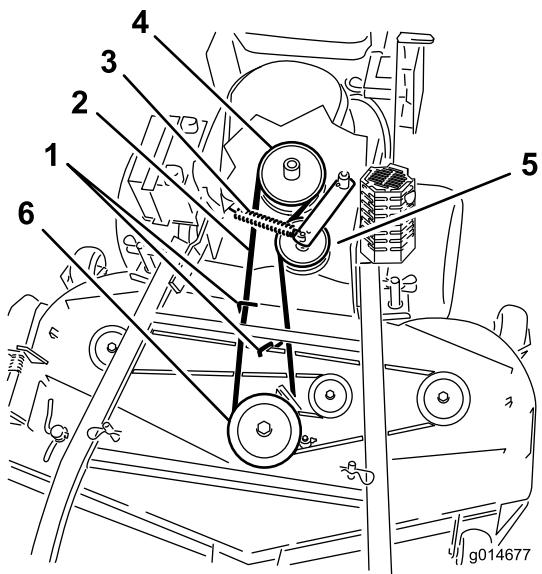
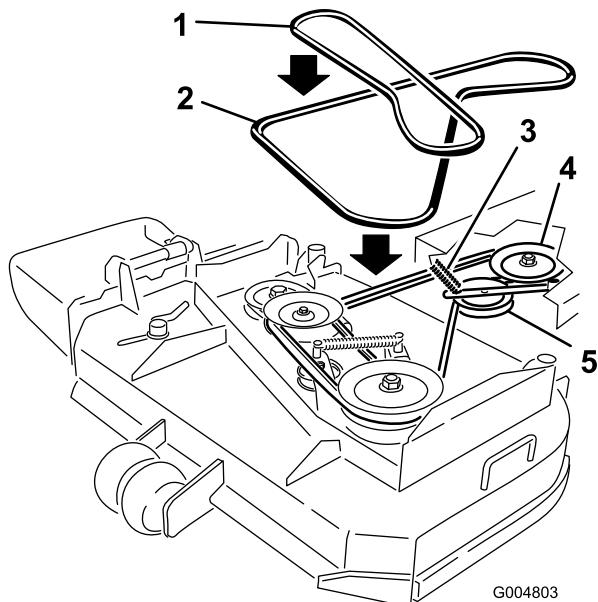

Figure 52
Figure 53
6. Retirez la courroie de la poulie centrale sur le tablier de coupe (Figure 52). Reportez-vous à la Figure 53 pour enlever la courroie de la poulie gauche sur un tablier de coupe de 36 pouces. Procédez avec précaution lors du retrait de la courroie, car la tension est augmentée par la poulie de tension rappelée par ressort.
7. Retirez la courroie de la poulie de moteur et la poulie de tension rappelée par ressort (Figure 52). Reportez-vous à la Figure 53 pour déposer la courroie des poulies sur le tablier de coupe de 36 pouces.
8. Placez une courroie neuve sur la poulie de moteur et la poulie de tension rappelée par ressort (Figure 52).
9. Installez la courroie sur la poulie centrale du tablier de coupe (Figure 52). Procédez avec précaution lors de la repose de la courroie, car la tension est augmentée par la poulie de tension rappelée par ressort. Reportez-vous à la Figure 53 pour installer la courroie sur la poulie gauche sur un tablier de coupe de 36 pouces.
11. Réglez l'écartement entre le guide et la courroie à 3 mm (1/8") pour les tabliers de coupe de 40, 48 et 52 pouces (Figure 52).